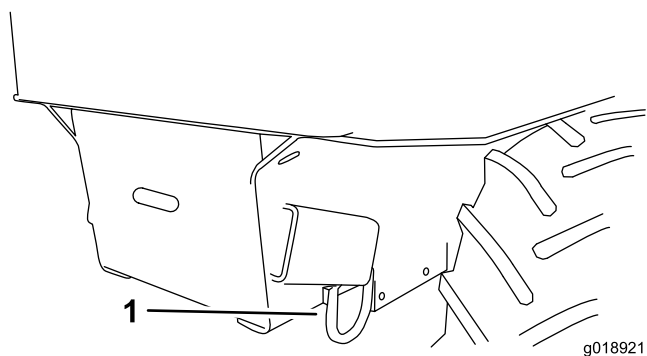

Figure 21
8. Fixez les anneaux d'arrimage avant de la machine à la remorque (Figure 21).